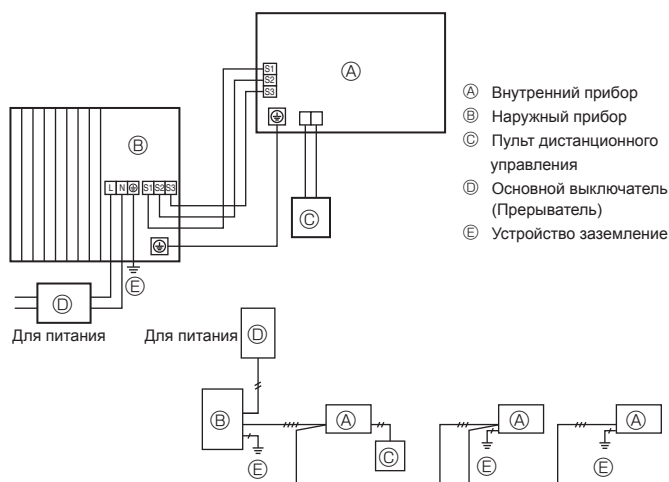

Fig. 7-1
7.1. Наружный прибор (Fig. 7-1, Fig. 7-2)
- Подсоедините кабели, как указано на Fig. 7-1 и Fig. 7-2.